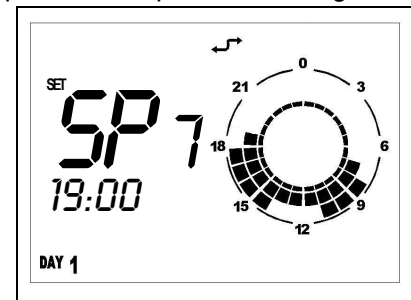

Figura 13
- L'orario ed il livello di temperatura impostati verranno anche visualizzati graficamente sull'orologio del display (vedi Figura 13).
- Nell'esempio di Figura 13, per il giorno Lunedì, sono stati impostati 7 set point come specificato di seguito:
Quando si effettua la programmazione libera dei set point giornalieri è importante programmare SEMPRE tutte le 24 ore come nelle esempio di Figura 13. Se si lasciano delle fasce orarie non programmate, il Comando Remoto in automatico applica i dati impostati nel giorno precedente in quelle stesse fasce orarie (anche se ciò a display non viene visualizzato).